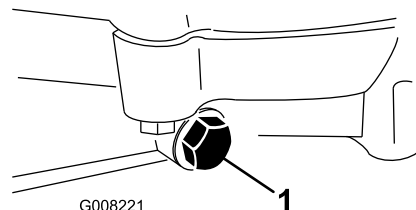

Figura 48
4. Collocate una bacinella sotto il tappo di spurgo (Figura 48).